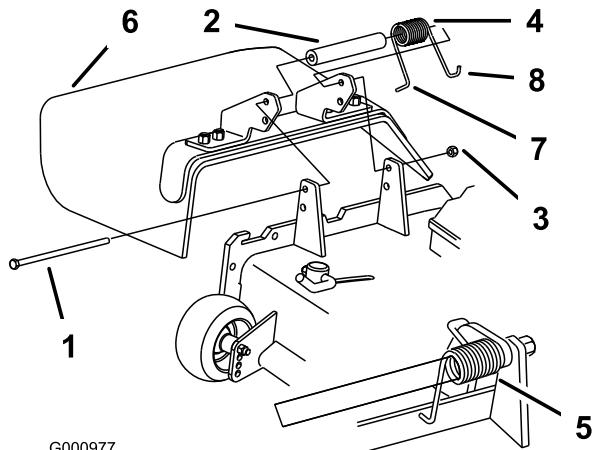

Figura 89
1. Retire la contratuerca, el perno, el muelle y el espaciador que sujetan el deflector a los soportes de pivote (Figura 89). Retire el deflector de hierba dañado o desgastado.
- Nota:** Asegúrese de colocar el extremo en L del muelle detrás del reborde de la plataforma antes de instalar el perno, según muestra Figura 89.
3. Instale el perno y la tuerca. Coloque el extremo en J del muelle alrededor del deflector de hierba (Figura 89).